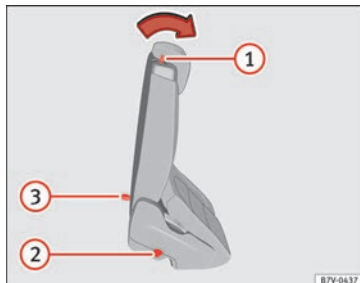

Fig. 158 Seconde rangée de sièges : commandes de l'aide à l'accès.
- Retirez les éventuels objets se trouvant sur le plancher de la seconde rangée de sièges » ❶.
- Poussez le levier » fig. 158 ❶ vers l'avant et rabattez le dossier du siège arrière. Ce siège se rabat complètement vers l'avant » ❷ et il est également possible de le déplacer plus vers l'avant.
- Entrer dans le véhicule et en sortir prudemment » ❸.
- Relevez le dossier du siège arrière en position verticale. L'ensemble du siège se redresse vers l'arrière » ❸.
- Le siège arrière doit être correctement encasté pour que les ceintures de sécurité des places arrière puissent assurer leur fonction protectrice. Le marquage rouge » fig. 158 ❹ »
Si le levier » **fig. 158 ①** ne fonctionne pas, par exemple, après un accident, il est possible de rabattre vers l'avant les sièges de la deuxième rangée depuis la troisième, afin de faciliter la sortie depuis cette dernière » .
- Tirez la poignée » **fig. 158 ③** vers l'arrière et rabattez le dossier du siège arrière. La banquette complète se rabat vers l'avant » .
- Un marquage rouge sur le côté du siège » **fig. 158 ②** prévient que le dossier n'est pas encastré. Lorsque le dossier s'encastre correctement, le marquage est invisible.